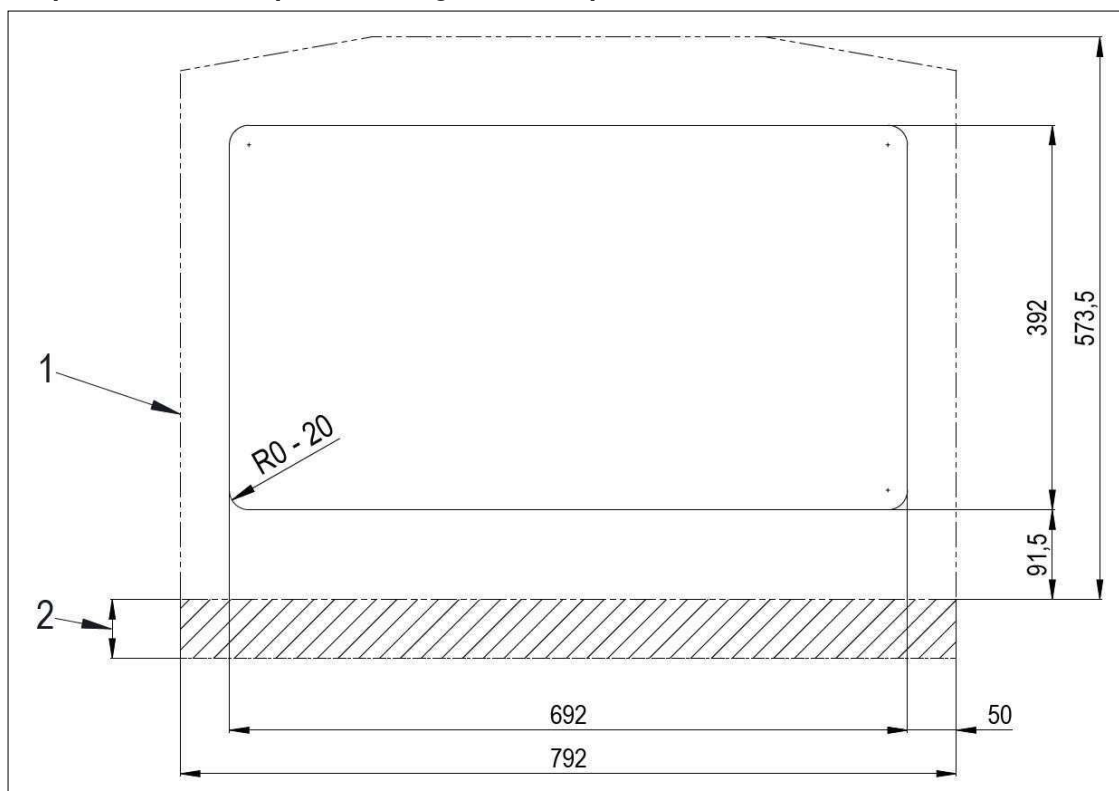

Figure 7 - Découpe de l'armoire de distribution
- Découper l'ouverture dans l'armoire de distribution Dimensions requises, voir figure 7